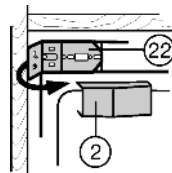

Fig. 17
- ▶ Richiudere il lato della squadra di fissaggio Fig. 17 (22).
- ▶ Applicare nuovamente il coperchio Fig. 17 (2) scatto.
- ▶ Chiudere tutti i fori con tappi Fig. 17 (30,5).